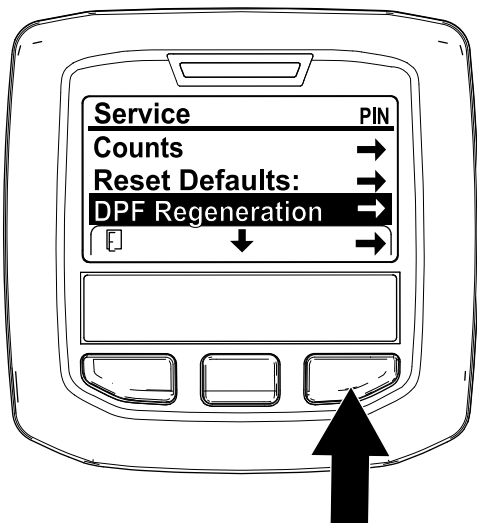

Рисунок 53
1. Перейдите к меню Service (Техобслуживание), нажмите среднюю кнопку для прокрутки вниз к опции DPF REGENERATION (РЕГЕНЕРАЦИЯ DPF) (Рисунок 53).
2. Нажмите правую кнопку для выбора позиции DPF Regeneration (Регенерация DPF) (Рисунок 53).